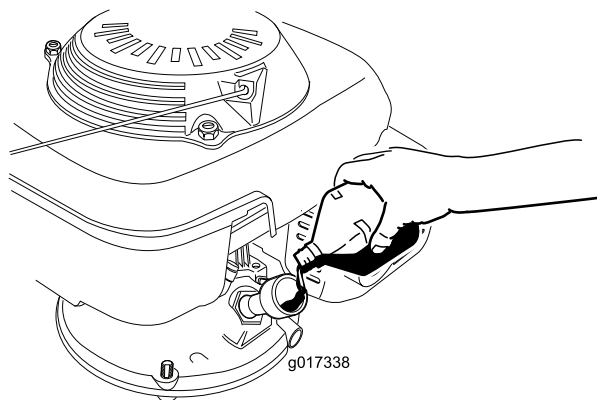

Рисунок 8
3. **Медленно** налейте масло в маслозаливное отверстие, подождите 3 минуты, после чего проверьте уровень масла масломерным щупом. Для этого вытрите щуп дочиста и вставьте его в маслозаливное отверстие, **не ввинчивая при этом крышку в маслозаливное отверстие (Рисунок 8)**.